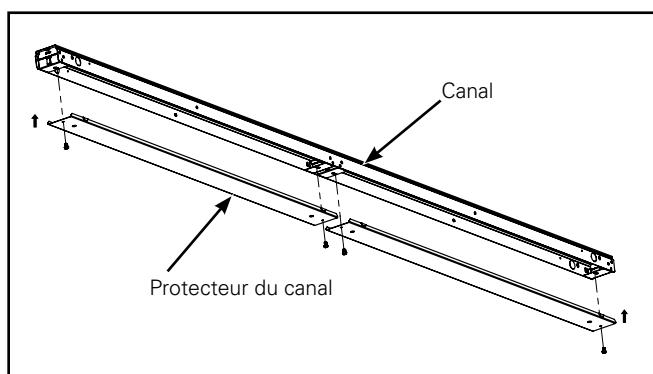

Figure 9.
- Câblez le luminaire selon les normes et installez le protecteur du canal sur le canal avec les vis fournies. (Figure 9.)